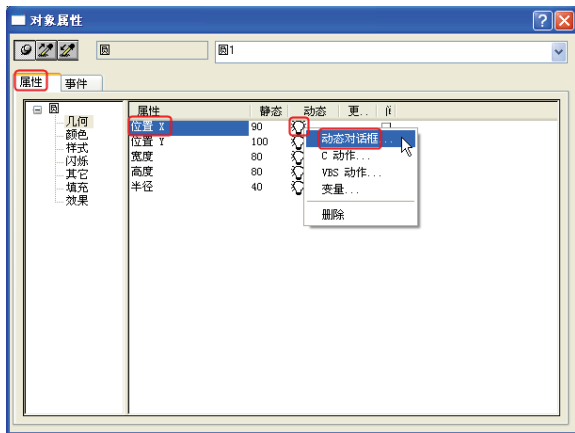
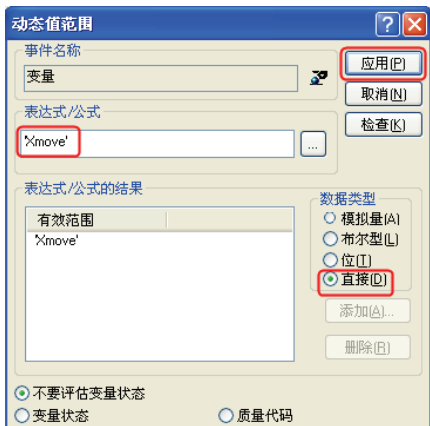

图 5-22 “对象属性”对话框
图 5-23 “动态值范围”对话框
4) 双击画面上的对象“圆”，弹出“对象属性”对话框，如图 5-22 所示，在“属性”选项卡中，选中“位置 X”，再选中灯泡，单击鼠标右键，弹出快捷菜单，单击“动态对话框”命令，弹出“动态值范围”对话框，如图 5-23 所示。将“表达式”与“Xmove”连接在一起，将“数据类型”选为“直接”，最后单击“应用”按钮。